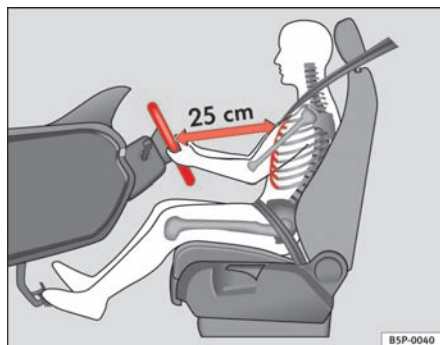

Fig. 1 Den rigtige afstand mellem fører og rat
- Indstil rattet, så afstanden mellem rattet og førerens brystkasse er mindst 25 cm ⇒ **fig. 1.**
- Indstil førersædet, så der mindst er 25 cm mellem brystkassen og rattets midte ⇒ **side 9, fig. 1**. Hvis du sidder tættere på end 25 cm, beskytter airbagsystemet ikke optimalt.